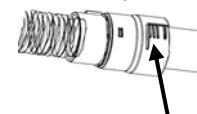

Fig. 2
3. Para sacar la manguera flexible, desconecte el enchufe de alimentación de la manguera y luego presione los 2 botones para destrabar mientras saca la manguera flexible hacia fuera. (Fig. 2)